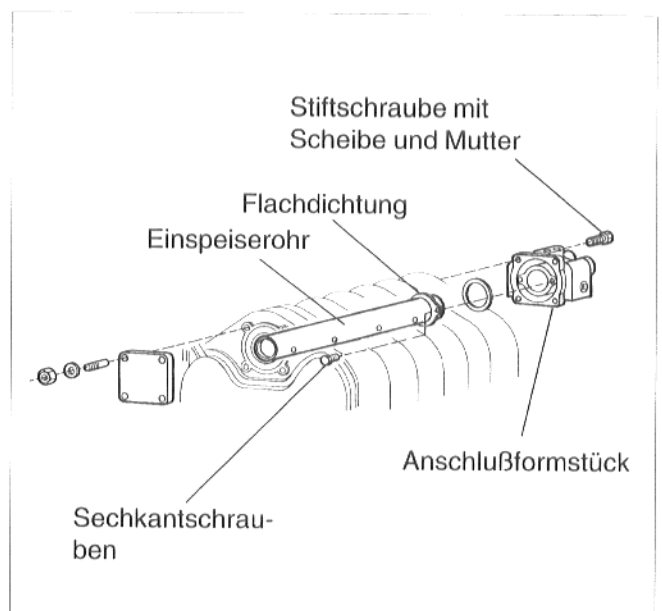

Abb. 12
- Sechskantschrauben lösen und Einspeiserohr vom Anschlußformstück lösen (Abb. 12).
- Einspeiserohr von vorne durch die obere Kesselnabe schieben (Abb. 12).
- Flachdichtung über das Einspeiserohr schieben und das Einspeiserohr mit den zwei Sechskantschrauben am Anschlußformstück anschrauben (Abb. 12).